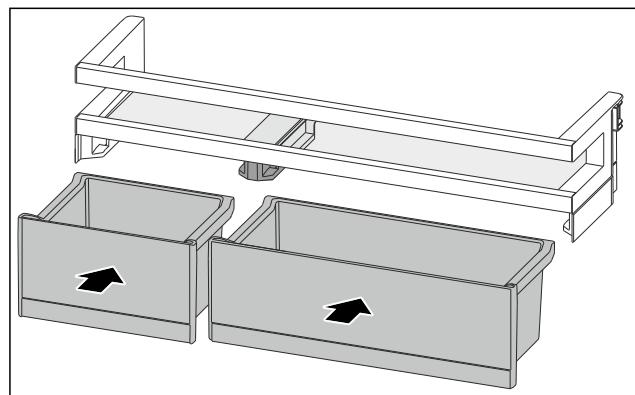

Fig. 128
- ▶ 排列互换后装入 VarioBox。 (参见 Fig. 128)